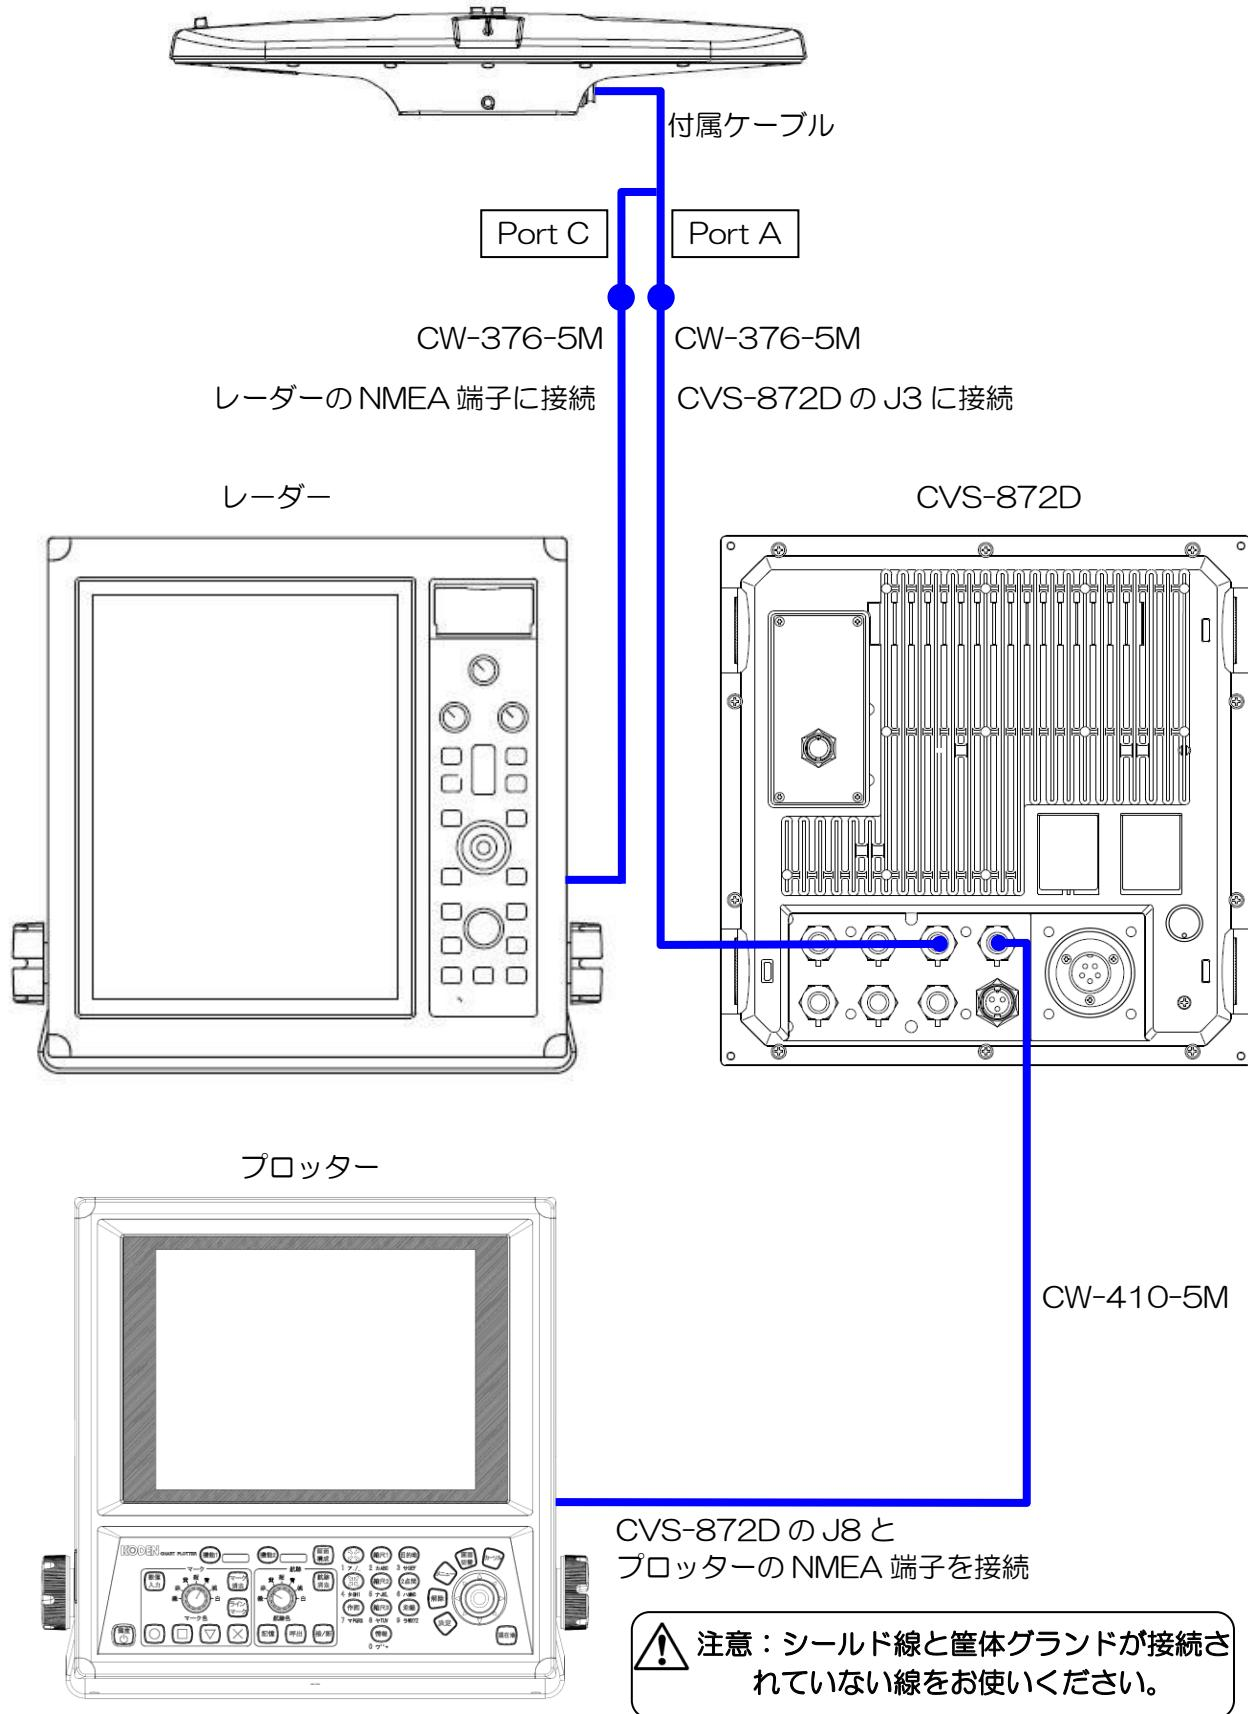
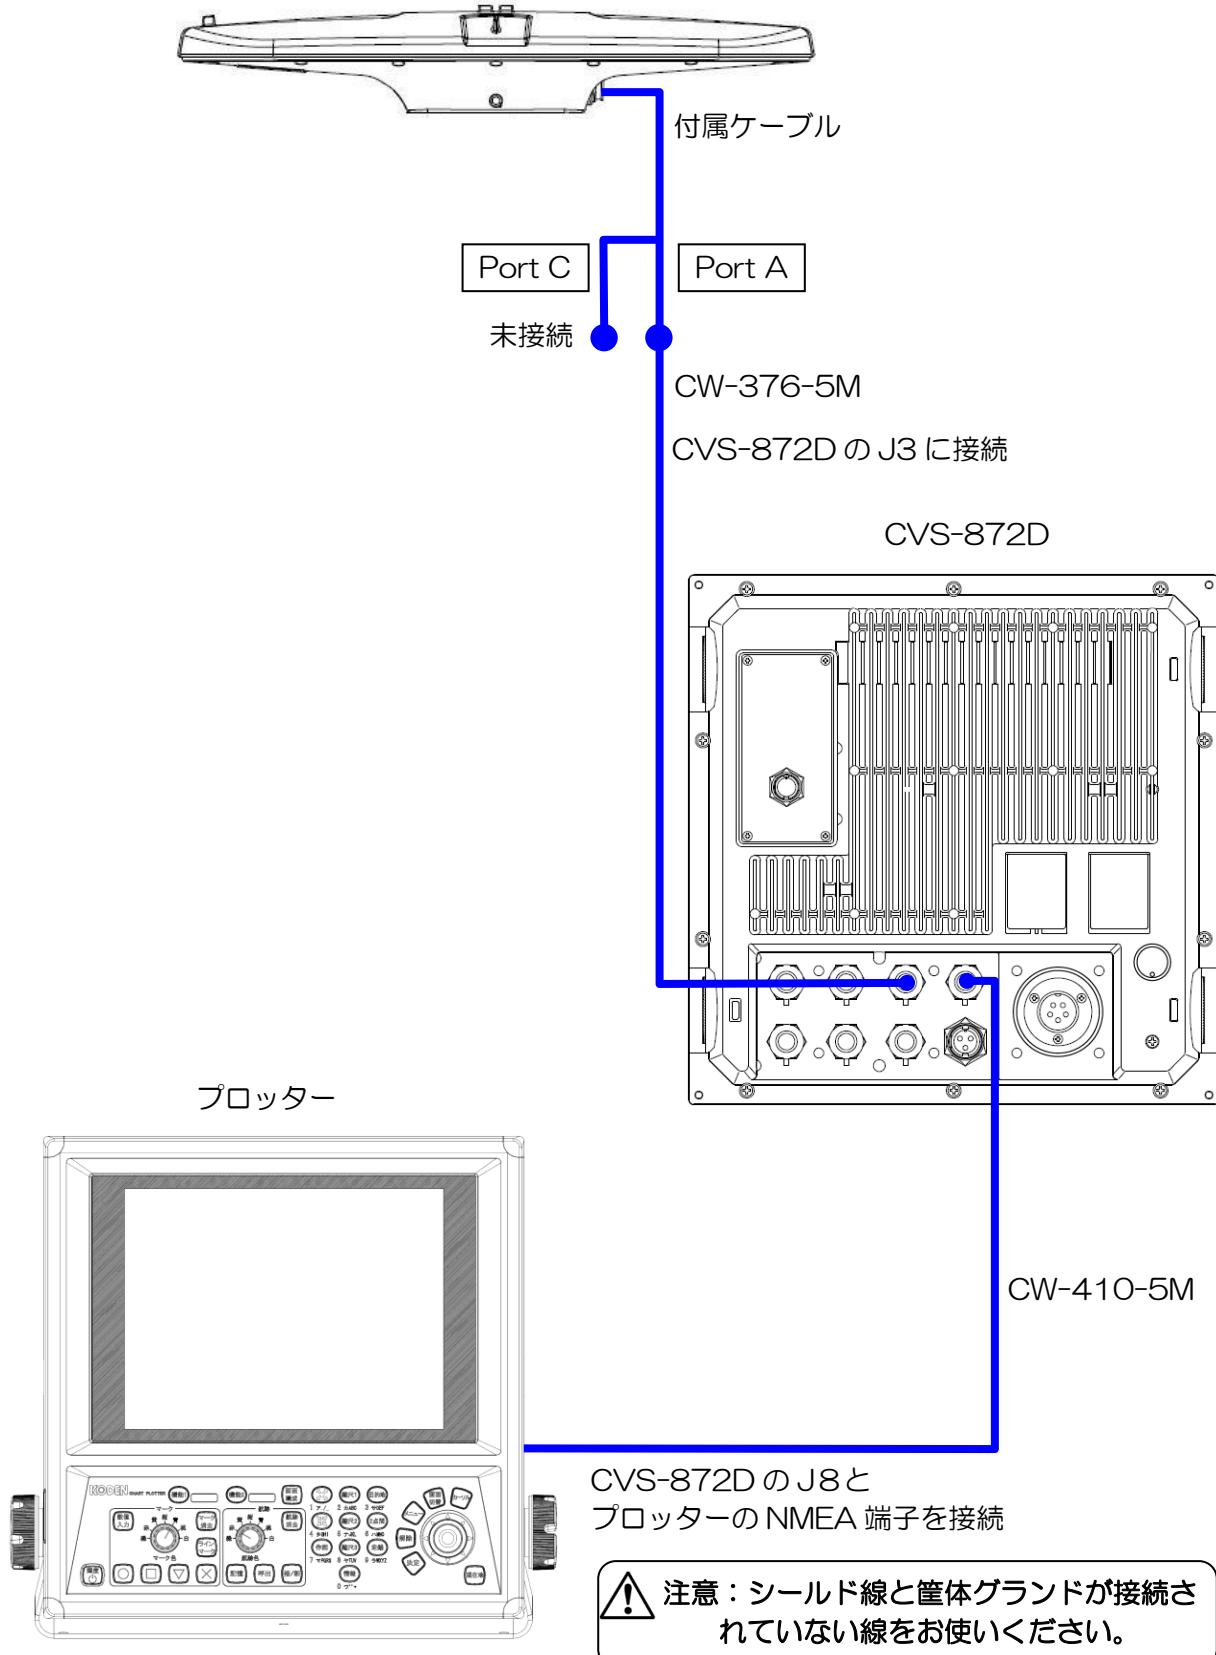

図 1.51 総合接続図 1
図 1.53 総合接続図3
- 3) レーダーにも接続し GPS コンパスとして接続する場合は、Port C と半田付けが終了した CW-376-5M をレーダーの NMEA 端子へ接続してください。(図 1.51 総合接続図 1 参照)
それ以外の場合は Port C との接続の必要はありません。(図 1.53 総合接続図 3 参照)
- 4) 図 1.51 総合接続図 1 ~ 図 1.53 総合接続図 3 を参照して、CVS-872D の J8 端子と NMEA で通信する他の機器を接続してください。